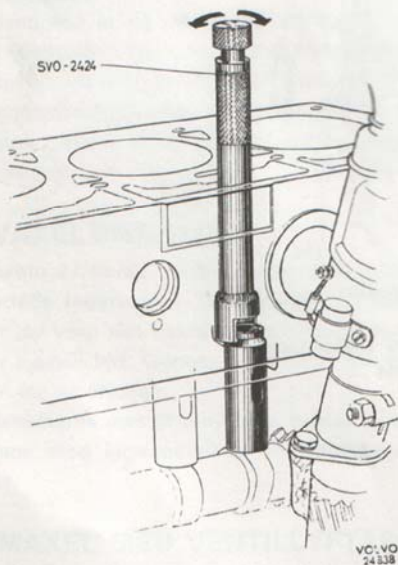

Bild 21. Demontering av ventillyftare
3. Tag ned bakre tätningsfläns (utan att skada anliggningsytor), generator, vattenpump och fördelare, ventilkåpa, vipparmar och cylinderlock samt oljerenare. Demontera ventillyftarna med verktyg SVO 2424, se bild 21.